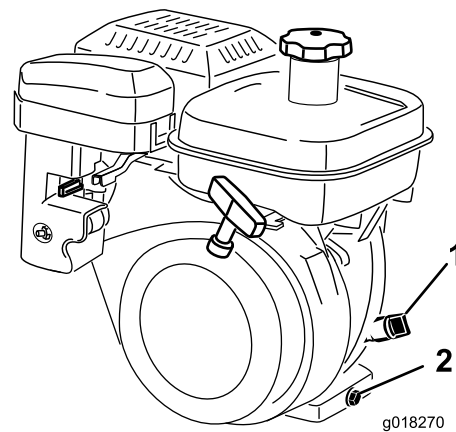

Bild 30
2. Stellen Sie den Rasenmäher so, dass der Motor eben steht und reinigen Sie dann den Bereich um den Ölpeilstab (Bild 30).
3. Nehmen Sie den Stab heraus. Drehen Sie ihn hierfür nach links (Bild 30).
4. Wischen Sie den Ölpeilstab ab und setzen Sie ihn in den Einfüllstutzen ein. Drehen Sie ihn nicht in den Einfüllstutzen ein. Entfernen Sie den Peilstab und prüfen den Ölstand. Füllen Sie bei niedrigem Ölstand so viel Öl ein, dass der Stand zwischen der H- und L-Marke am Peilstab liegt (Bild 30). Prüfen Sie den Ölstand erneut. Füllen Sie nicht zu viel ein.
2. Stellen Sie eine Auffangwanne am Heck der Maschine unter die Ablassschraube (Bild 30). Lösen Sie die Ablassschraube.